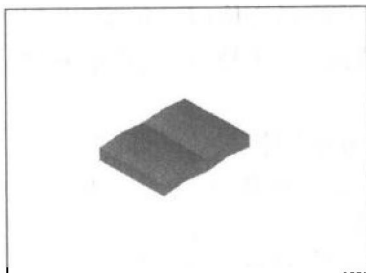

图 2-1
本例制作书，如图 2-1 所示。
9. 单击  → 【渲染】 → 【渲染】 出现对话框，单击 ，这时就可以看到图 2-1 的效果了。